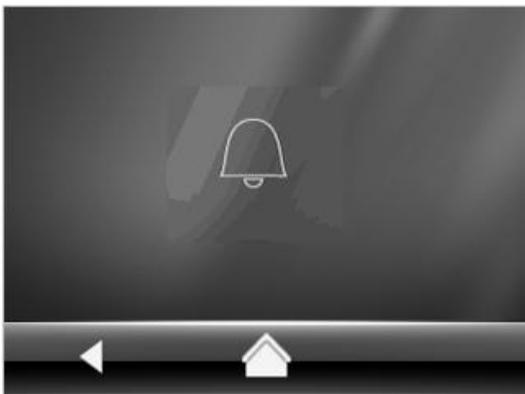

Abb. 26. Bedienseite, wenn kein Alarm aktiv
- Nach Betätigen der Schaltfläche für Alarme wird die Bedienseite mit dem ersten Alarm angezeigt. Wenn kein Alarm aktiv ist, enthält die Bedienseite ein entsprechendes Symbol (Abb. 26).